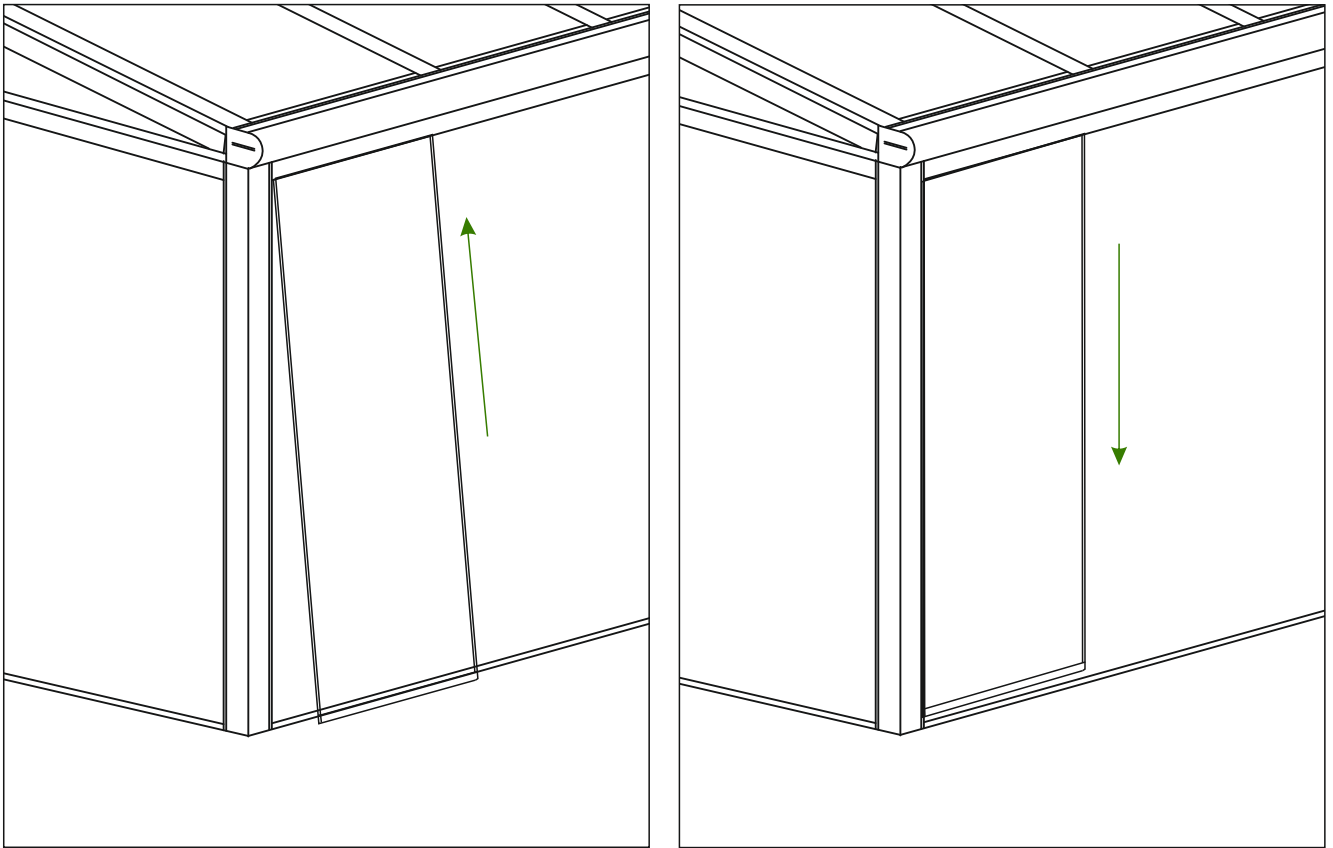

Abb. 16
3. Stellen Sie nun mit jeweils zwei Personen die Glasscheiben auf und schieben diese vorsichtig als erstes in die Oberschiene und darauf in die Unterschiene. Wiederholen Sie diese Schritte für alle Glasscheiben. Siehe Abb. 16.